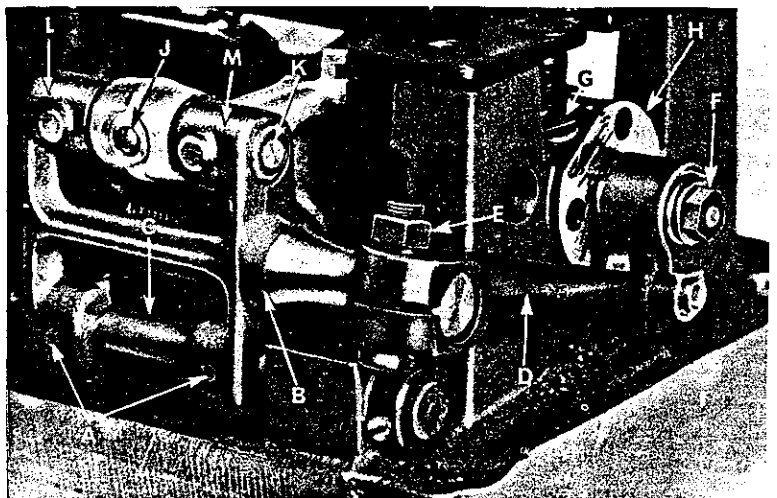

Fig. 10
En caso de que sea necesario mover el alimentador hacia la izquierda o hacia la derecha, afloje los tornillos (A, Fig. 10) que mantienen el balanceo del porta-alimentador No. 56335 G (B) en su barra No. 56335 (C), mueva el balanceo hacia adelante o hacia atrás, según sea necesario, y apriete de nuevo los tornillos. Asegúrese de que el brazo del balanceo (D) esté completamente libre durante un ciclo entero, girando el volante a mano. También asegúrese de que los dientes no rocen ni adelante, ni atrás y de que salgan por detrás del pie para alimentar la tela antes de que bajan.
Ajuste la puntada el largo requerido. Esto se hace de la siguiente manera: Afloje la tuerca de fijación 1/2 vuelta (F, Fig.10) (tiene una rosca izquierda)